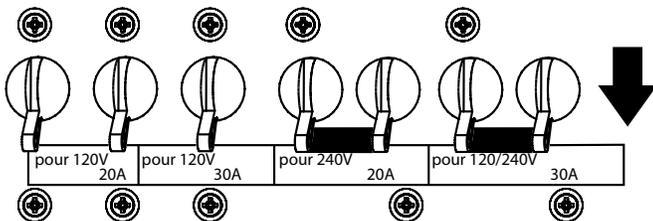

Figure 15. Disjoncteur de fuite de terre/AUX.
3. **NE JAMAIS** démarrer le moteur avec le disjoncteur **AUX** ou **de fuite de terre** en position **MARCHE**. Toujours mettre les disjoncteurs (Figure 15) en position **ARRÊT** avant de démarrer le moteur.